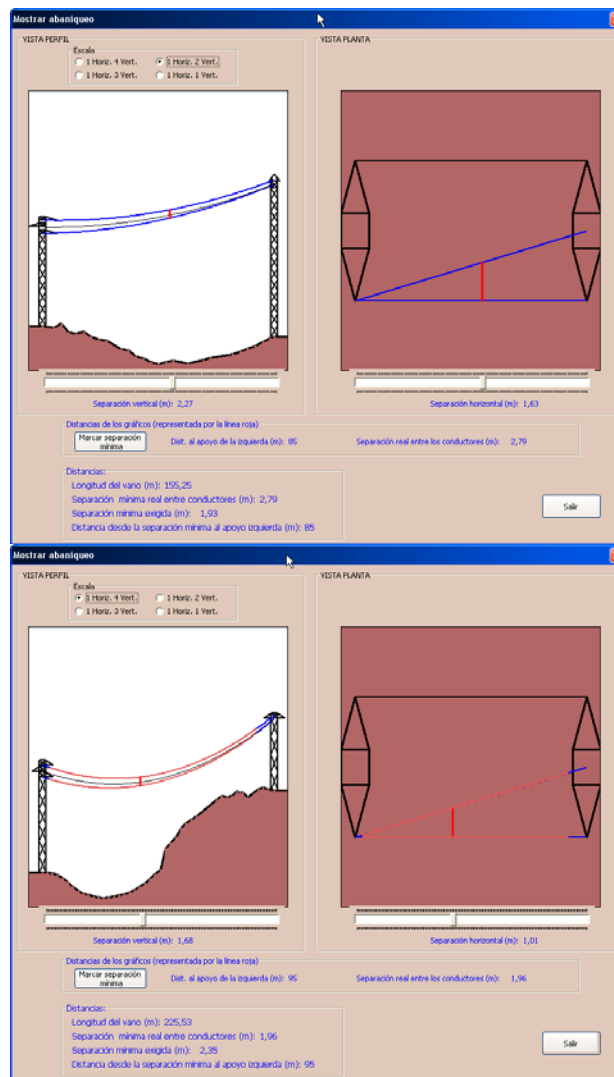

Figura 6.6. Mostrar abaniquo
- Ver detalle del abaniqueo (Figura 6.6), observamos en la parte izquierda de la ventana el alzado del vano de estudio y la separación vertical entre los conductores a lo largo del vano. Podemos movernos por el vano presionando con el ratón en la barra de desplazamiento de debajo de la vista, lo mismo para la vista derecha donde tenemos la separación horizontal en la planta. La vista perfil la podemos escalar para visualizarla correctamente.